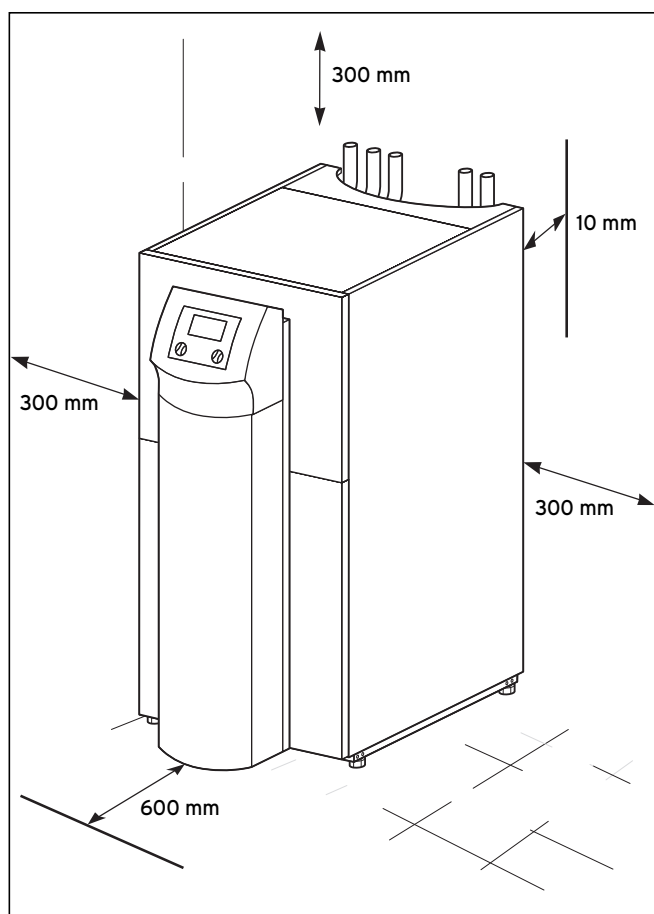

Рис. 4.2 Минимальные расстояния для установки теплового насоса
- При установке теплового насоса соблюдайте минимальный расстояния до стены (см. рис. 4.2).